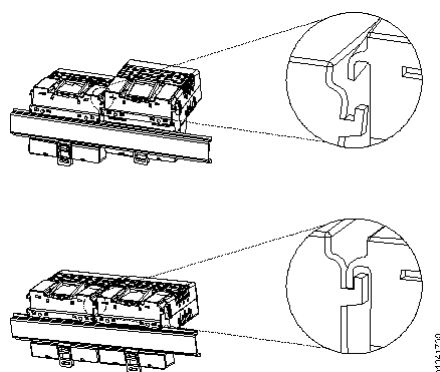

Figura 25: Gancho ao lado esquerdo das bases
5. Certificar-se que o gancho, existente no lado esquerdo das bases, esteja engatado na base à esquerda (ver Figura 25);